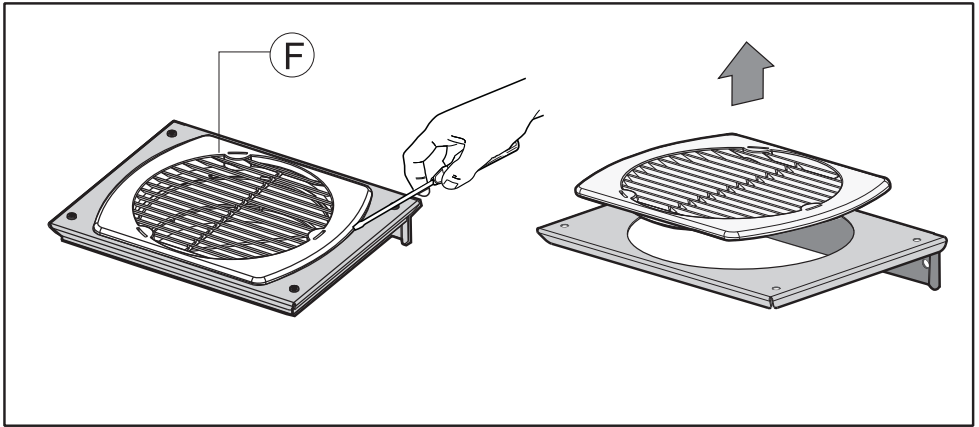

Fig.9
- Si su modelo funciona en versión aspirante, quite la rejilla F (**Fig. 9**) sólo en el caso en que sea necesario hacer pasar el tubo de evacuación de aire dentro de la abrazadera de salida de aire E **Fig. 8**.